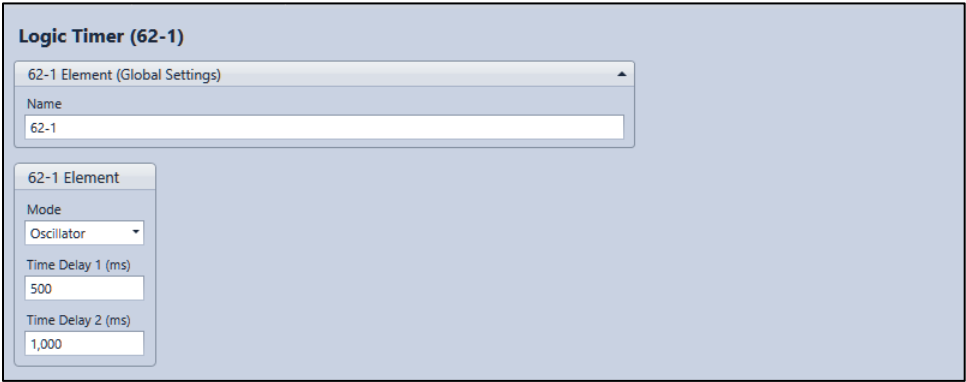

图 45-9. 逻辑定时器设置界面
逻辑定时器元件操作设置在BESTCOMS*Plus*的“逻辑定时器 (62)” 设置界面（图45-9）上进行配置。